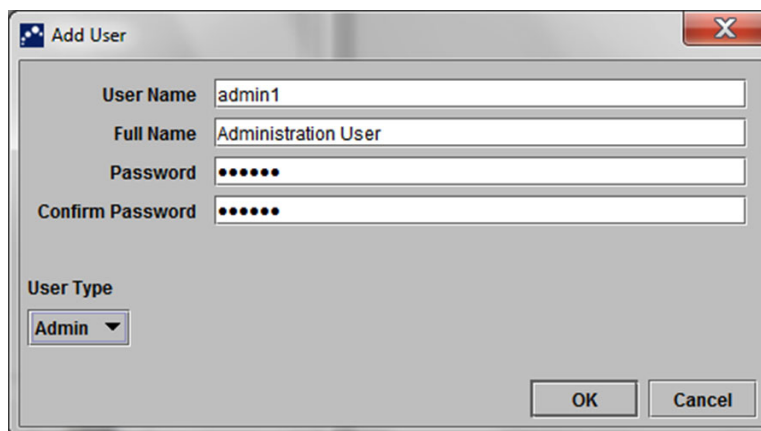

Figura 2-72. Caseta de dialog Adăugare utilizator
- Faceți clic pe **Adăugare (Add)**. Apare caseta de dialog Adăugare utilizator (Add User). Consultați Figura 2-72.